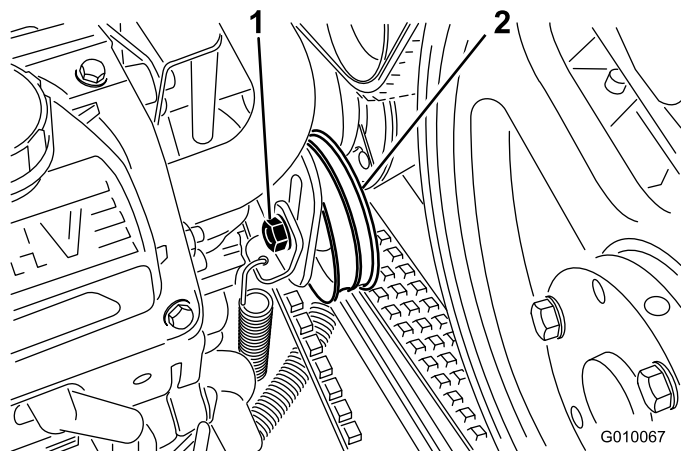

Bild 58
4. Lösen Sie die Spannschraube des Pumpenriemens so weit, dass sie im Einstellschlitz bewegt werden kann (**Bild 58**).